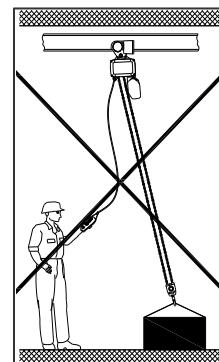

Abb. 1
- Schrägziehen von Lasten (siehe Abb. 1)